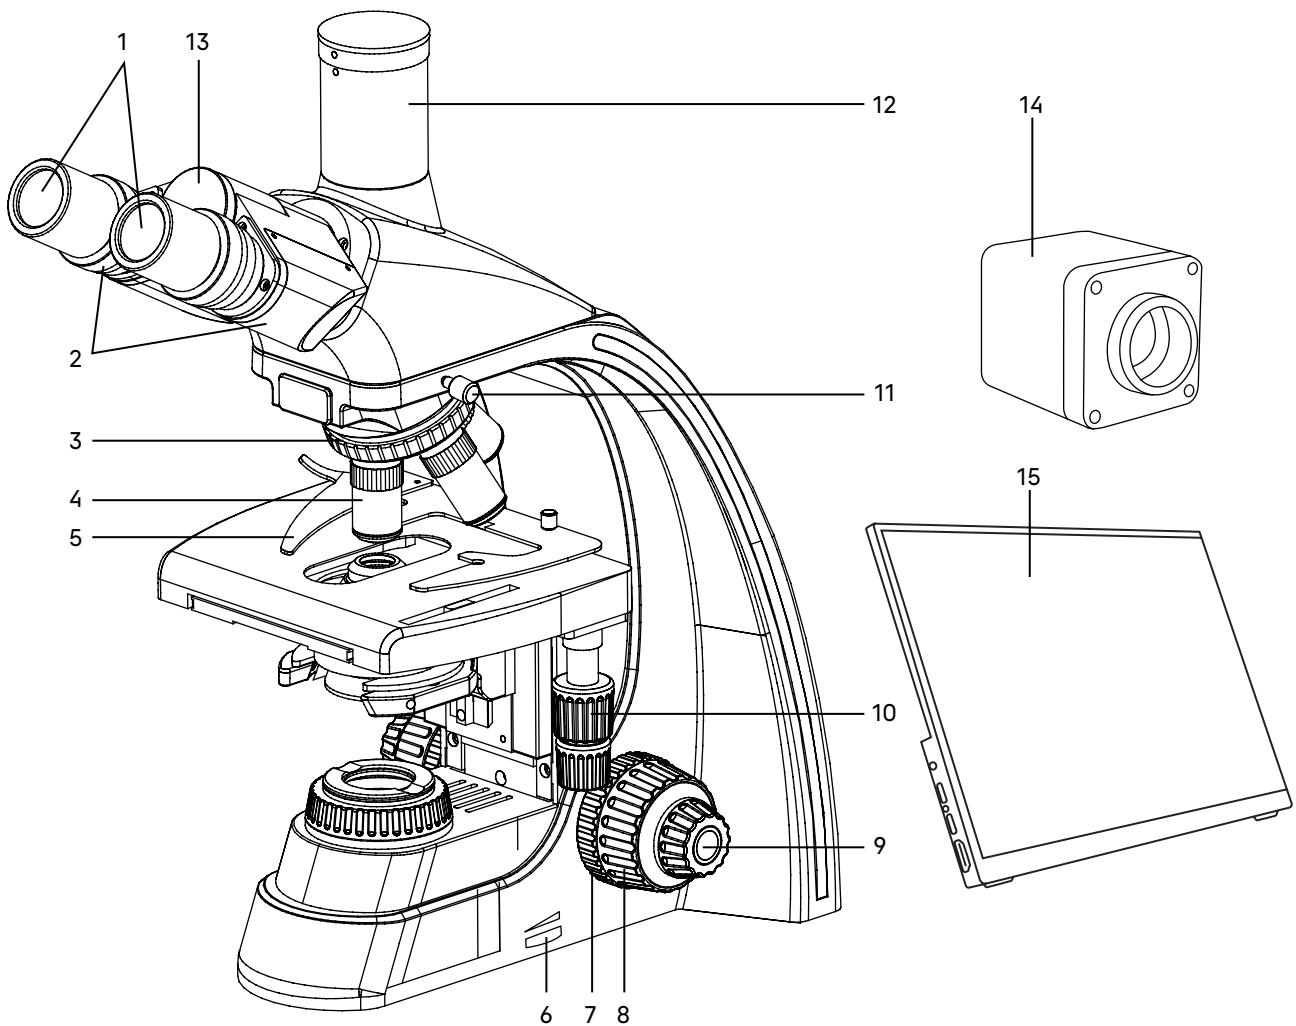
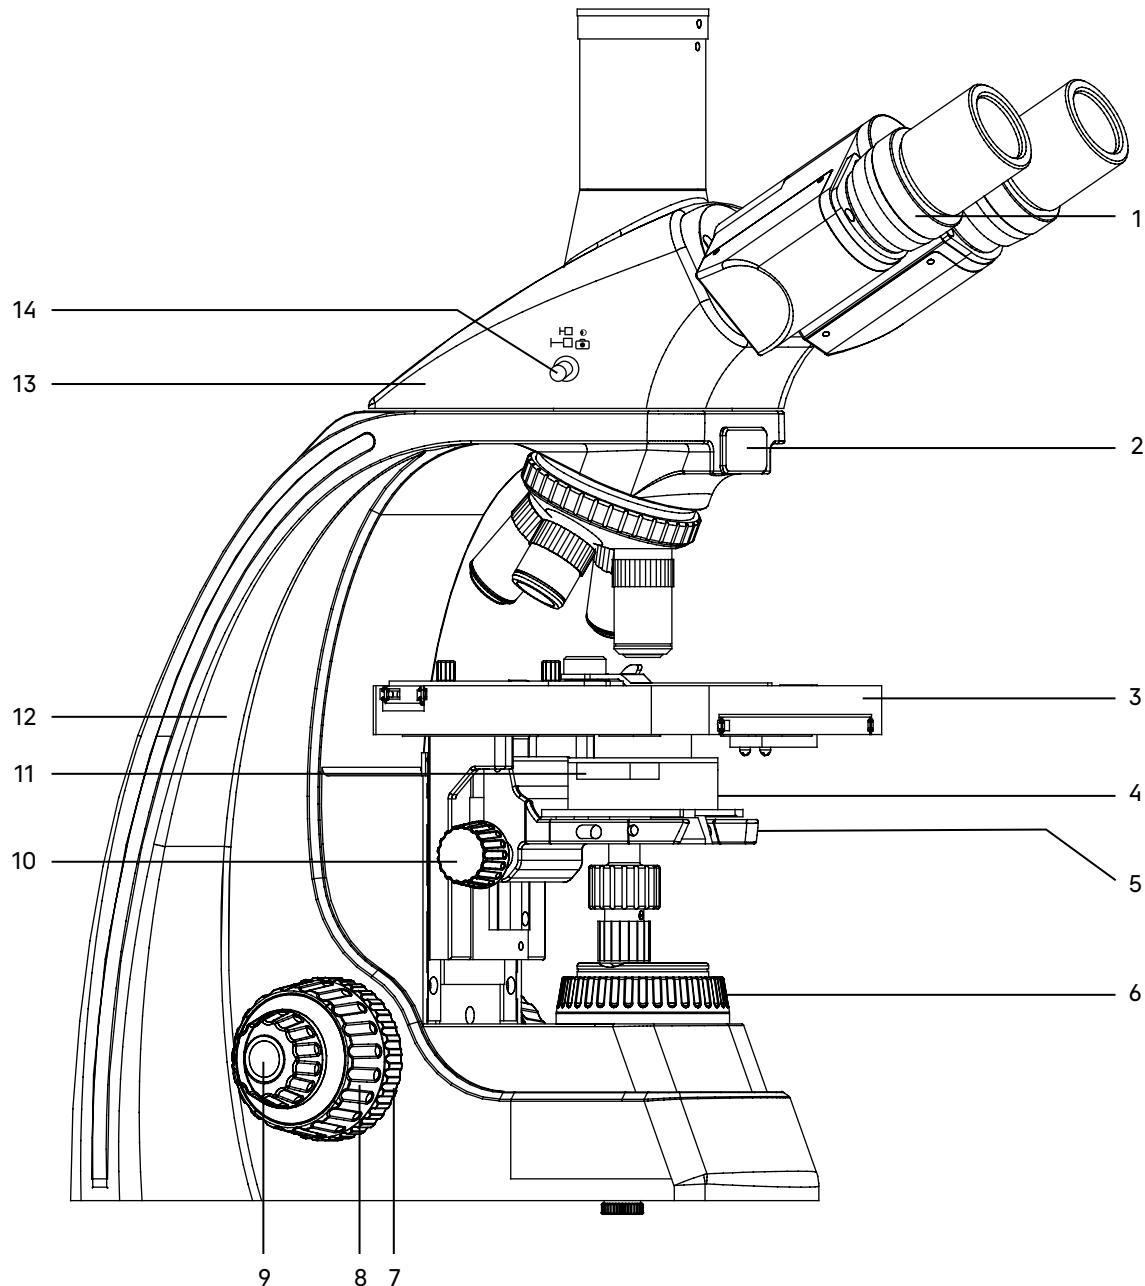

Рис. 1. Микроскоп MAGUS Bio D230 LCD. Вид справа
Рис. 2. Микроскоп MAGUS Bio D230 LCD. Вид слева
Общий вид микроскопа представлен на рис. 1 и 2.
Штатив 12 (рис. 2) представляет собой цельную конструкцию с основанием. Основание имеет Y-образную устойчивую эргономичную форму.
- револьвер 3 (рис. 1) с объективами 4 (рис. 1);
- предметный столик 3 (рис. 2);
- кронштейн конденсора 5 (рис. 2);
- коллектор в оправе с полевой диафрагмой 6 (рис. 2).
Ручка 6 (рис. 1) служит для регулировки напряжения питания источника света.
Фокусировка на объект осуществляется перемещением по высоте предметного столика 3 (рис. 2). Грубая фокусировка производится вращением коаксиальных рукояток 8 (рис. 1, 2), которые размещены по обеим сторонам штатива.
Тонкая фокусировка производится вращением рукояток 9 (рис. 1, 2), расположенных по обеим сторонам штатива. Тонкая фокусировка требуется для точного фокусирования на объект и для подфокусировки микроскопа на резкость изображения при смене объективов и препаратов.
Механизм регулировки жесткости хода грубой фокусировки 7 (рис. 1) – кольцо между штативом и рукояткой грубой фокусировки с правой стороны. С помощью кольца регулируется жесткость хода грубой фокусировки так, чтобы жесткость была комфортной для пользователя, но при этом столик не опускался самопроизвольно во время работы.
Рукоятка блокировки грубой фокусировки 7 (рис. 2) расположена с левой стороны. После завершения грубой фокусировки рекомендуется перевести рычаг в крайнее положение в направлении по часовой стрелке. Таким образом закрепится положение грубой фокусировки для быстрой рефокусировки после смены препарата.
Насадка 13 (рис. 2) обеспечивает визуальное наблюдение изображения объекта. Насадка устанавливается в отверстие штатива 12 (рис. 2) и закрепляется винтом 11 (рис. 1). Насадку при установке развернуть окулярами в сторону предметного столика.
Изменение межзрачкового расстояния в насадке осуществляется разворотом окулярных тубусов 2 (рис. 1) в пределах 48–75 мм. Значение расстояния, установленного в соответствии с глазной базой наблюдателя, отсчитывается по шкале на насадке 13 (рис. 1).
Механизм диоптрийной подвижки окуляров служит для компенсации аметропии глаз наблюдателя. Находится на левом окулярном тубусе – кольцо 1 (рис. 2).
В вертикальный тубус 12 (рис. 1) корпуса визуальной насадки (канал визуализации) для фиксации камеры (видеоокуляра) устанавливается переходник C-mount. Камера служит для вывода изображения на экран компьютера или монITOR/телевизор. Переключение светового потока на вертикальный тубус производится рукояткой 14 (рис. 2). Рукоятка имеет два положения: 100/0 и 0/100.
В комплект микроскопа входят окуляры 1 (рис. 1). Окуляры имеют высокое положение выходного зрачка и предназначены для работы как в очках, так и без них.
Револьверное устройство 3 (рис. 1) обеспечивает установку пяти объективов 4 (рис. 1). Смена объективов производится вращением револьверного устройства за конусную рифленую поверхность до фиксированного положения.
Объективы 4 (рис. 1) рассчитаны на длину тубуса «бесконечность». Парфокальная высота объективов составляет 45 мм, линейное поле зрения в плоскости изображения – 20 мм. Рассчитаны для работы с препаратами с толщиной покровного стекла 0,17 мм или без покровного стекла. Микроскоп укомплектован объективами-ахроматами с увеличением 4x, 10x, 40x, 100x. Дополнительно возможна комплектация объективом-ахроматом 20x.
Конденсор 4 (рис. 2) установлен в кронштейн 5 (рис. 2) под предметным столиком микроскопа. Тип крепления конденсора – «ласточкин хвост». Конденсор устанавливается по направляющим при поднятом столике и опущенном кронштейне. Перемещение конденсора вдоль оптической оси микроскопа осуществляется с помощью рукоятки перемещения кронштейна конденсора 10 (рис. 2), расположенной слева от наблюдателя под столиком микроскопа. Диапазон перемещения конденсора – не менее 21 мм.
Конденсор имеет слот 11 (рис. 2) для установки слайдера темного поля или слайдера фазового контраста.
Двухкоординатный предметный столик 3 (рис. 2) обеспечивает перемещение объекта в двух взаимно перпендикулярных направлениях с помощью рукояток 10 (рис. 1), расположенных на одной оси.
У столика отсутствует выдвижная зубчатая рейка по оси X, что повышает эргономичность работы. Механизм с ременной передачей плавно перемещает объект. Объект крепится на поверхности столика препаратородержателем 5 (рис. 1), для чего прижим отводится в сторону. Препаратородержатель крепится к столику при помощи двух винтов. При снятом препаратородержателе объект можно перемещать рукой.
Встроенный в основание микроскопа осветитель включает коллектор в оправе с полевой диафрагмой 6 (рис. 2) и источник света – галогенную лампу или светодиод.
Включение осветителя осуществляется с помощь выключателя на задней панели штатива. Регулировка яркости осуществляется ручкой 6 (рис. 1).
Полевая диафрагма регулируется (открывается/закрывается) вращением кольца оправы 6 (рис. 2).